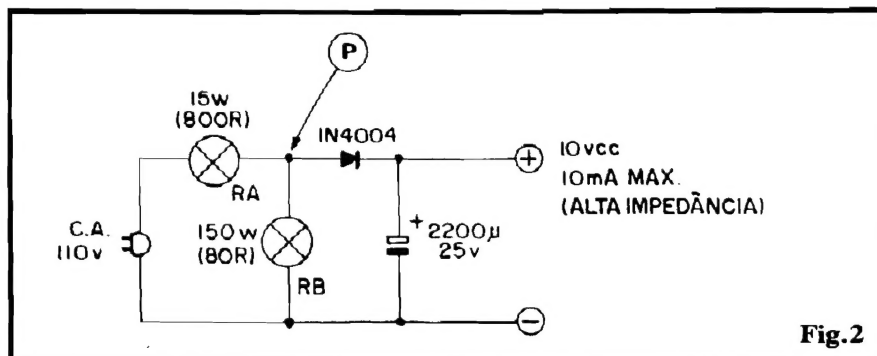

Fig. 2
- Outro truque que podemos utilizar, numa emergência, baseia-se na utilização de um **divisor de tensão simples e direto**, de modo a "chegar" na "voltagem" pretendida para a Saída, sem que se torne necessária a presença do diodo **zener** regulador! O diagrama básico está na fig. 2, que inclusive exemplifica o circuitinho já com os valores e parâmetros para a obtenção de aproximadamente 10V x 10mA (máximos), na Saída... Basicamente um "divisor de tensão" faz... o que seu nome indica! Divide a Tensão, de modo que, aplicando-se determinada "voltagem" a uma "pilha" de pelo menos dois Resistores, no "nó" desses dois componentes podemos "puxar" uma Tensão correspondente a uma fração dessa "voltagem" de Entrada, aplicada... Se chamarmos o